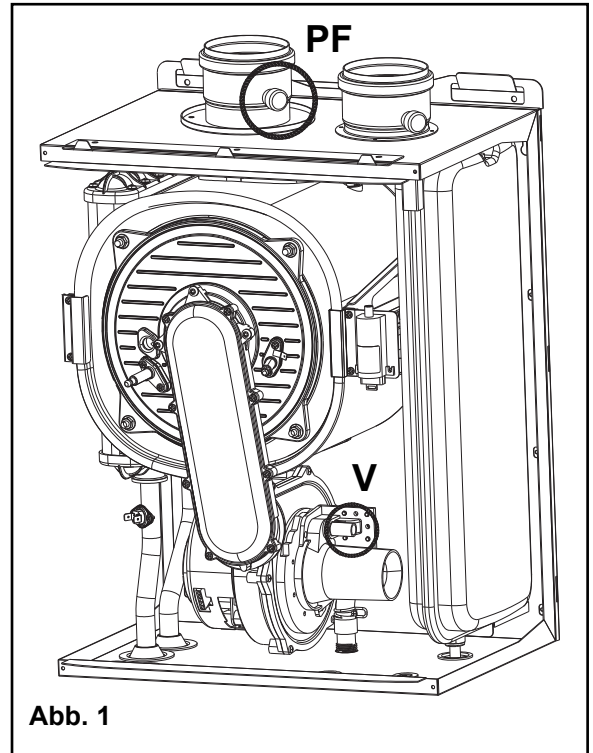

Abb. 1
- Ist dies NICHT der Fall, muss der Wert über die Einstellschraube **[V]** (Abb. 1) am Venturi korrigiert werden.